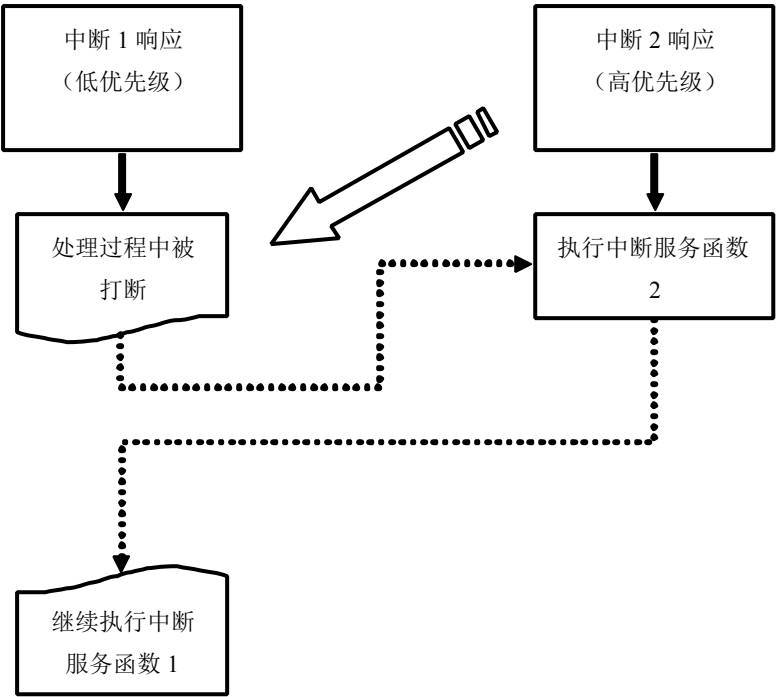

图 6-5-2 高优先级打断低优先级运行图
中断嵌套允许正在一个中断服务的同时,再次响应一个新的中断,而不是等待中断处理程序全部完成之后才允许新的中断产生,一旦嵌套的中断服务完成之后,则又回到前一个中断服务函数。高优先级就是利用中断优先权打断正在执行的低优先级的中断,如图 6-5-2。
(2) 正进行的低优先级中断服务函数能够被高优先级的中断请求所中断, 实现二级中断嵌套, 如图 6-5-2。为了实现上述两条规则, 中断系统中有两个用户不能使用的优先级状态触发器。其中一个置“1”表示正在执行高优先级的中断服务函数, 它将屏蔽后来的所有中断请求; 另一个置“1”表示正在执行低优先级的中断服务函数, 它将屏蔽同一优先级的后来的中断请求。
(3) CPU 同时接收到几个中断请求时, 首先响应优先权最高的中断请求。